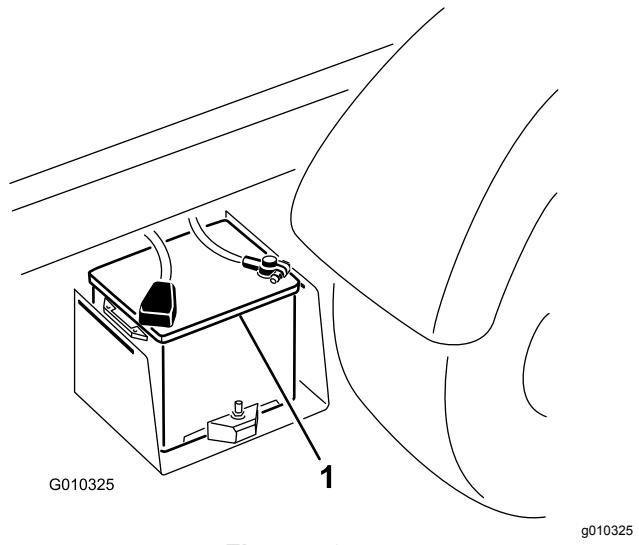

Figura 52
2. Conecte un cable de batería entre los bornes positivos de las dos baterías (Figura 52).